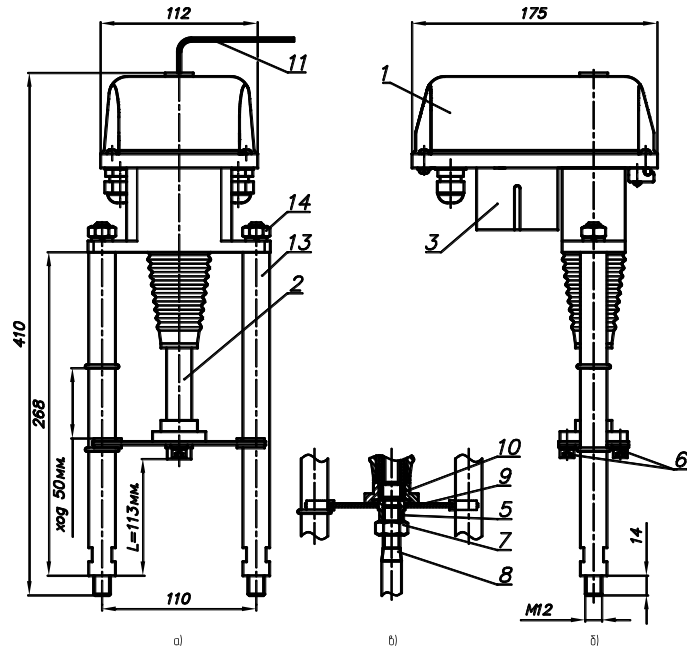
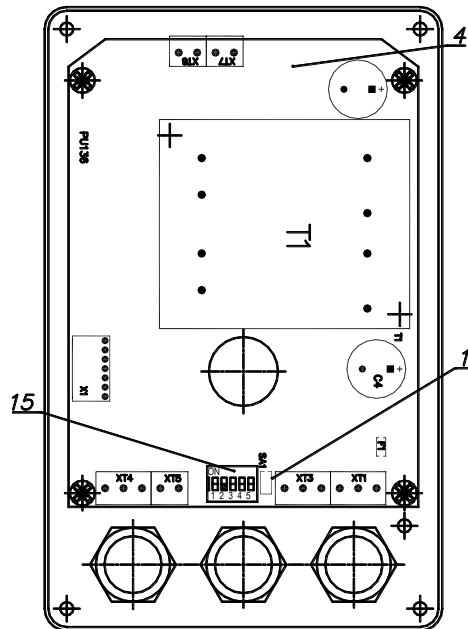

Рисунок 1 - ВЭП-131М
Рисунок 2 - Электропривод (вид при снятой крышке)
- электропривод (см. рис.1 – поз.1);
- винтовая передача (см. рис.1 – поз.2).
Электропривод (см. рис.1, рис.2) выполнен на базе шагового электродвигателя 3, питание и управление которым осуществляется от платы управления 4, обеспечивающей его работу в заданном режиме (см. таблицу 3), а также его отключение при нагрузке больше усилия отключения. ЭИМ имеет три режима работы: калибровки, слежения, ручной. Индикация работы осуществляется светодиодным индикатором 12. Постоянное свечение - работа, мигание - авария.
ЭИМ выпускается откалиброванным на величину полного рабочего хода. При установке ЭИМ на регулируемую арматуру необходимо произвести его калибровку. Для перехода в данный режим необходимо изменить положение переключателя поз.15 (см. рис. 2). При этом ЭИМ, поочередно перемещаясь к обоим конечным положениям, определяет максимальный ход арматуры. При отключении питания настройки сохраняются в энергонезависимой памяти. Время калибровки 100-120с. По завершению калибровки ЭИМ переходит в режим слежения. В процессе калибровки сигнал обратной связи отсутствует.